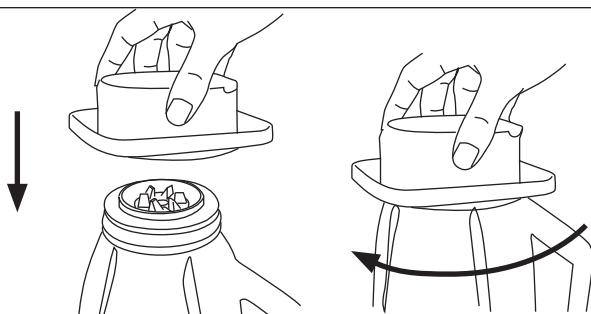

Fig.2
- Colocar la jarra sobre la unidad del motor procurando que quede bien sujetada. (Fig.2).
- El piloto luminoso (I) se iluminará.